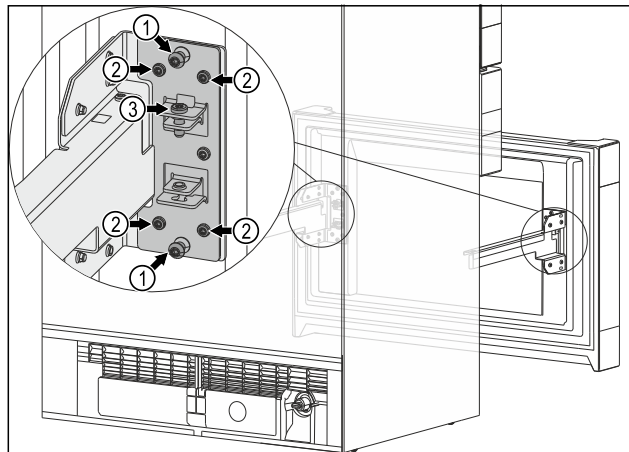

Fig. 13
- Викрутіть обидва центральні гвинти Fig. 13 (1).
- Ослабте всі чотири гвинти Fig. 13 (2).
- ▶ Досягнуто кінцевого положення висувного візка: Затягніть усі чотири гвинти Fig. 13 (2).
- ▶ Центральні гвинти Fig. 13 (1) більше не знадобляться.